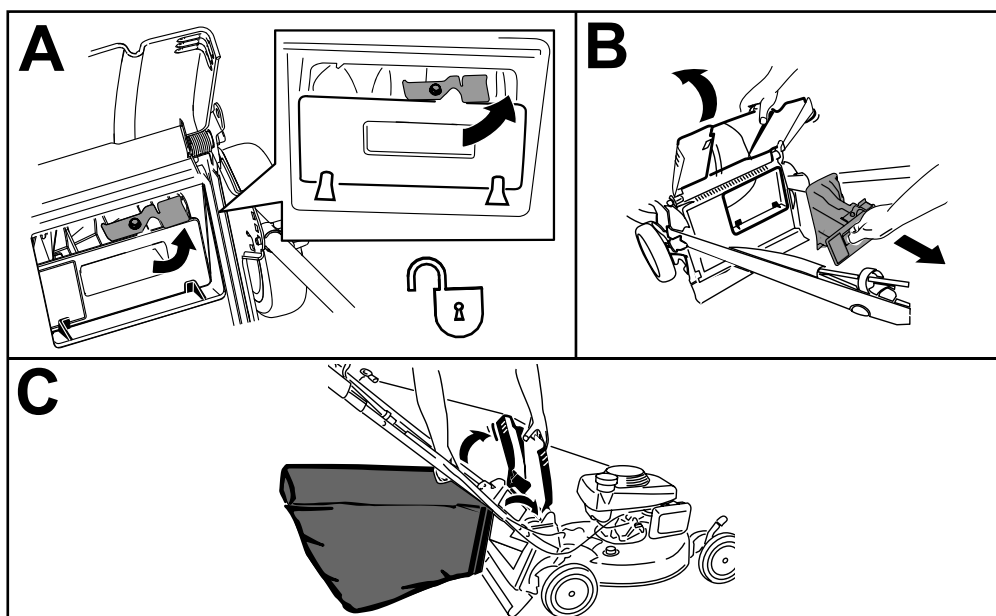

Figura 17
Nota: Para desbloquear el tapón trasero, gire la palanca del tapón a la derecha (Figura 17).
1. Levante y sujete el deflector trasero y desbloquee el tapón trasero (Figura 17, A).
2. Extraiga el tapón trasero (Figura 17, B).
3. Cuelgue el borde superior delantero de la bolsa de los pasadores situados en las muescas de los soportes del manillar (Figura 17, C).